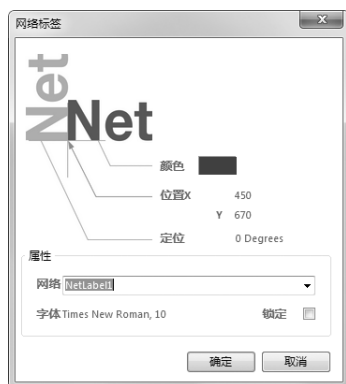

图 3-14 “网络标签”对话框
(2) 移动光标到需要放置网络标号的导线上, 当出现红色交叉标志时, 单击即可完成放置。此时光标仍处于放置网络标号的状态, 重复操作即可放置其他的网络标号。右键单击鼠标或者按 <Esc> 键即可退出操作。
(3) 设置网络标号的属性。在放置网络标号的过程中, 用户可以对其属性进行设置。双击网络标号或者在光标处于放置网络标号的状态时按 <Tab> 键, 弹出如图 3-14 所示的“网络标签”对话框, 在该对话框中可以对网络标号的颜色、位置、旋转角度、名称及字体等属性进行设置。